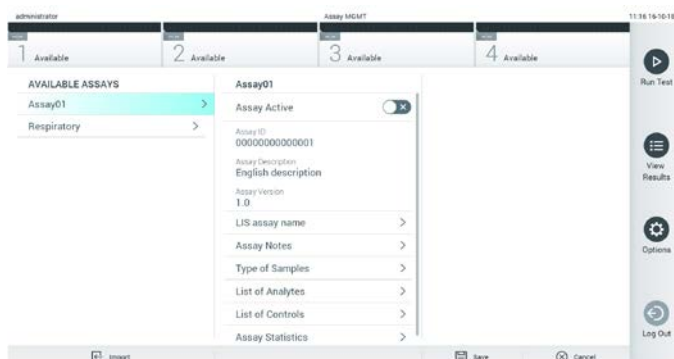

Figura 59. Tela Assay Management (Gerenciamento de ensaios).
2. Para importar o(s) novo(s) ensaio(s) para o QIAstat-Dx Analyzer 1.0, pressione o botão Options (Opções) e, em seguida, o botão Assay Management (Gerenciamento de ensaios). A tela Assay Management (Gerenciamento de ensaios) é exibida na área de conteúdo da tela (Figura 59).